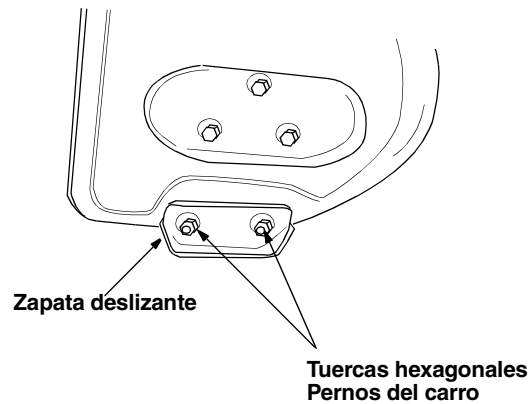

Figura 15
- Asegúrese que toda la superficie inferior de la zapata deslizante esté apoyada sobre el suelo para evitar un desgaste irregular de las zapatas deslizantes. Vea la Figura 15.